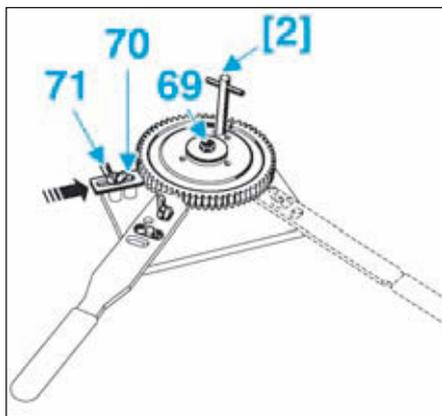

FIG.79
- Positionner le pignon de la pompe à haute pression sur le centreur puis serrer la vis (69) (Fig.79).